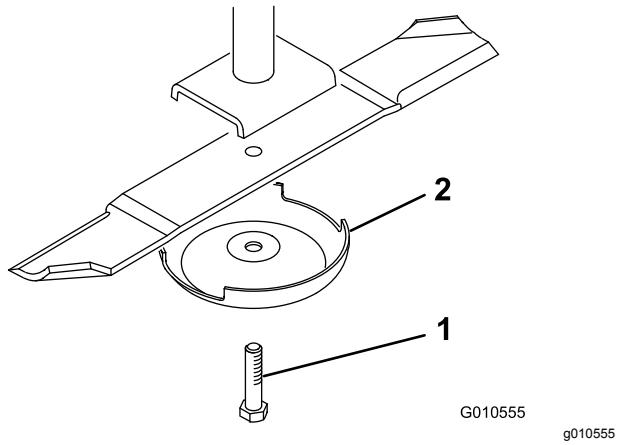

Figura 31
2. Fixe a extremidade da lâmina utilizando um pedaço de tecido ou uma luva grossa. Retire o parafuso da lâmina, o recipiente antidanos e a lâmina do eixo (Figura 31).